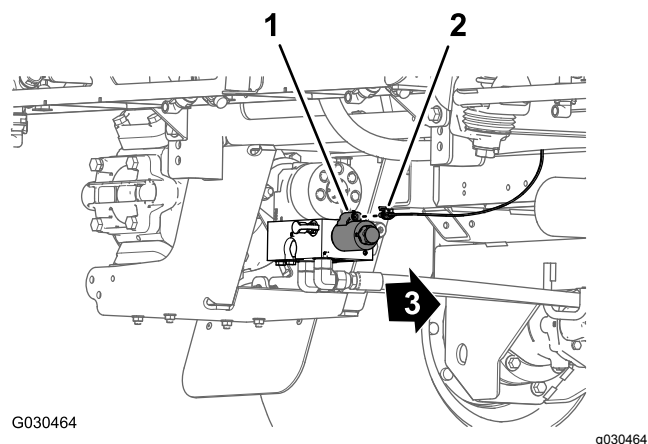

Figura 95
1. Nella parte posteriore della macchina, all'interno della pompa dell'irroratrice, collegate il connettore a 2 prese indicato come **Spray Pump Solenoid** (solenoido della pompa di irrorazione) della diramazione di 86,6 cm del cablaggio preassemblato al connettore a 2 pin del relè della pompa (Figura 95).